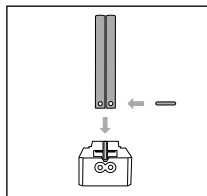

Fig. 2
- ◆ Luați două bare de ghidare **7**, cu partea rotunjită una înspre cealaltă și împingeți o bară de distanțare **14** în ambele bare de ghidare **7** (a se vedea fig. 2).
- ◆ Introduceți cele două bare de ghidare **7** în elementul de ghidare a tăierii A **9** (a se vedea fig. 2).